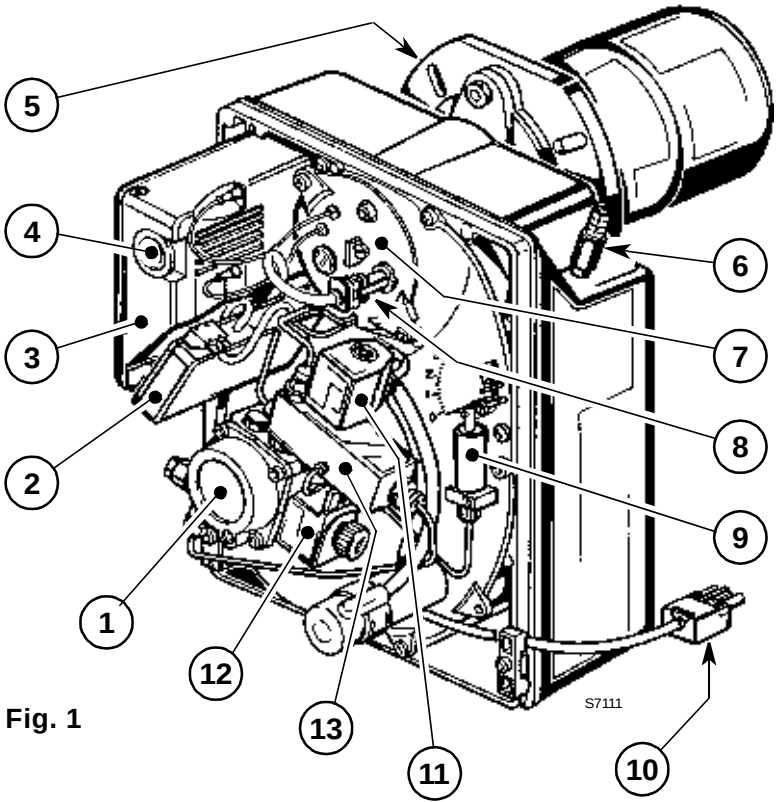

Fig. 1
故障通常会造成位于控制盒 (4, 图 . 1, P. 1) 复位按钮键中的锁定指示灯亮。
B 由控制盒上的信号灯指示燃烧器锁定 (4, 图 . 1, 页 1).
- 清理光电管, (8, 图 . 1, P. 1).